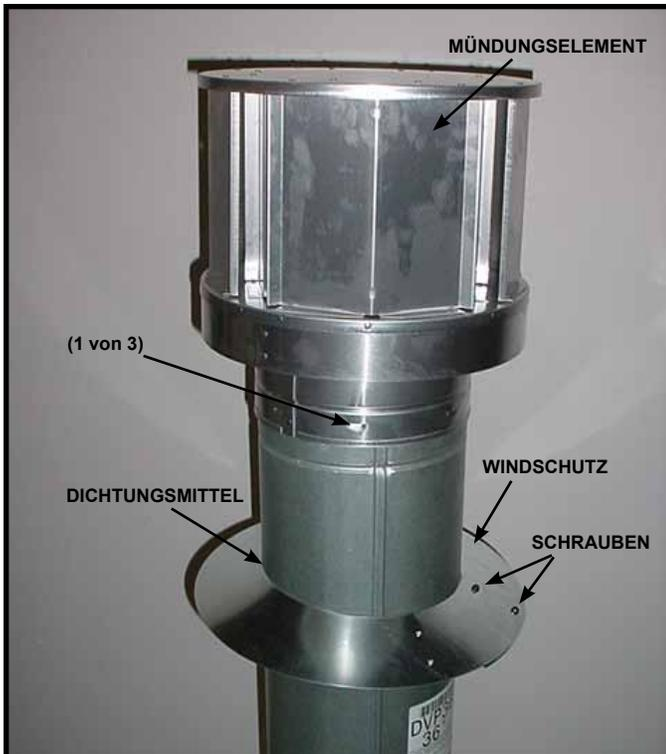

Abbildung 44
- Befestigen Sie das Element, indem Sie den äußeren Gaszug des Rohrs über die vorgebohrten Löcher in der äußeren Manschette des Elements mit den drei gewindeschneidende Schrauben (im Lieferumfang enthalten) fixieren (siehe Abbildung 44).
- Schieben Sie den montierten Windschutz entlang des Rohrsegments nach unten, bis dieser auf dem Dachblech aufliegt (siehe Abbildung 44).
- Dichten Sie die Oberseite des Windschutzes ab (siehe Abbildung 44).